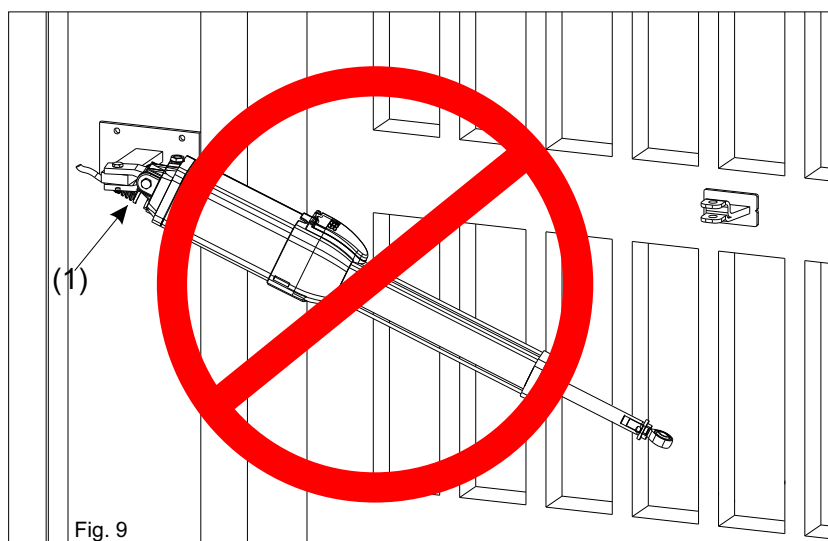

Fig. 9
- Fissare la forcella oscillante come in fig.9